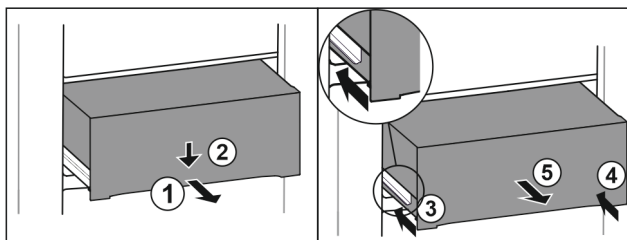

Fig. 131
- ▶ Вытяните выдвижной ящик наполовину. Fig. 131 (1)
- ▶ Вдавите выдвижной ящик в передней части вниз. Fig. 131 (2)
- ▶ Задвиньте левую направляющую прим. на 2 см. Fig. 131 (3)
- ▶ Задвиньте правую направляющую прим. на 2 см. Fig. 131 (4)
- ▶ Извлеките выдвижной ящик движением вперед. Fig. 131 (5)